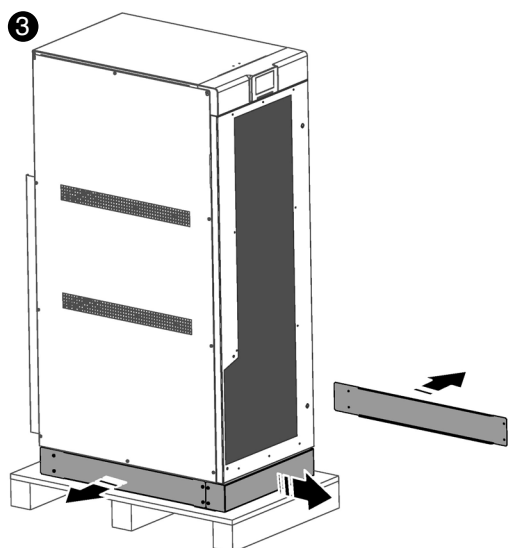

Fig. 30. Retrait des supports de base.
- ❸ Retirez les supports de base pour exposer les 4 pieds afin de libérer l'équipement de la palette (Fig. 30).